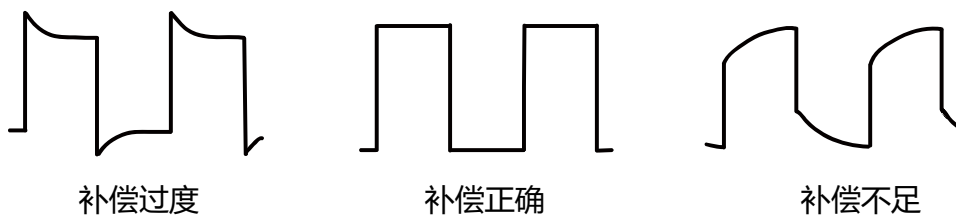

图 4.12 探头补偿
2. 检查所显示的波形形状并与 图 4.12 所得波形进行对比。
3. 使用附件中提供的探头补偿调节棒调整探头上的低频补偿调节孔，直到显示的波形如上 图 4.12 所示的“补偿正确”。